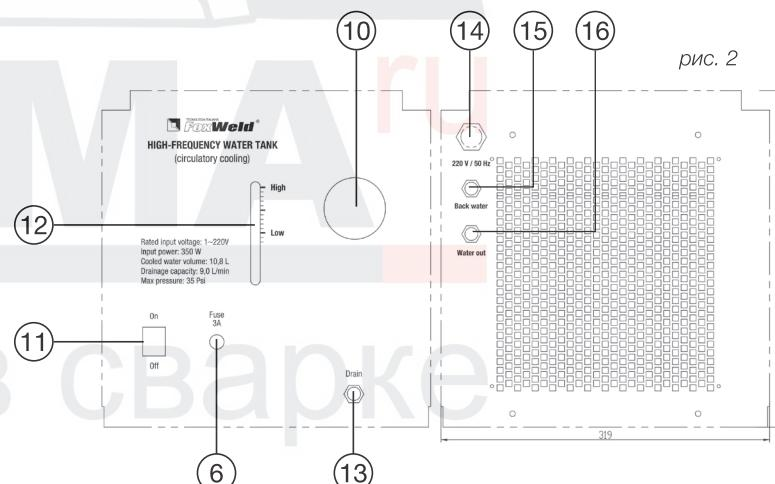

рис. 2
10. Заливная горловина (рис. 2)
11. Клавиша включения блока охлаждения (рис. 2)
12. Индикатор уровня охлаждающей жидкости (рис. 2)
13. Сливная пробка (рис. 2)
14. Сетевой кабель для подключения блока охлаждения (рис. 2)
15. Разъем для подключения охлаждающей жидкости (рис. 2)
16. Разъем для подключения охлаждающей жидкости (рис. 2)